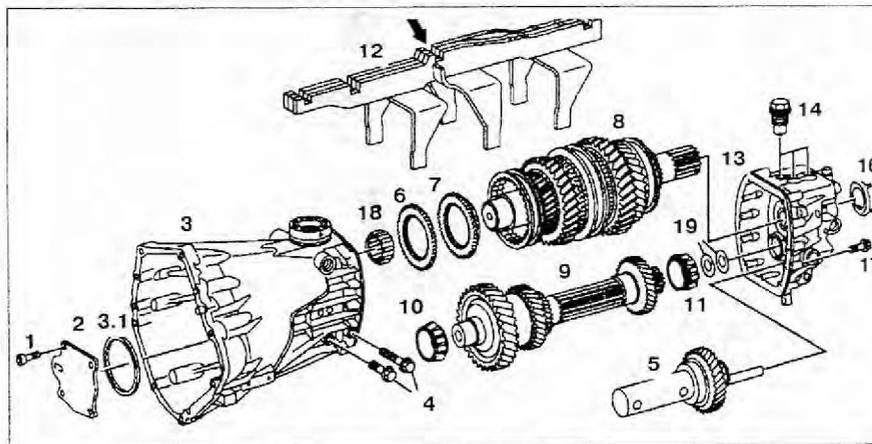

Рис. 4.19. Вторичный и промежуточный валы:
3. Снимите конусное кольцо 6 и внутреннее кольцо 7 синхронизатора (рис. 4.19).